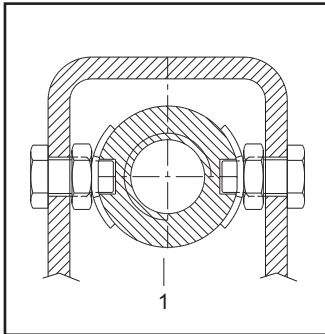

Fig.58 - Abb.58
- Verificare, con chiave dinamometrica, che la coppia di serraggio dei dadi di bloccaggio della chiocciola portante (Fig.58 pos.1) sia di circa 20 Nm.
- Using a torque wrench set to ca. 20 Nm, check the nuts (pos.1 Fig.58) are tightened enough.
- Vérifier à l'aide d'une clé dynamométrique que la couple de blocage de l'écrou porteur (Fig.58 pos.1)soit d'environ 20Nm.
- Mit einem Drehmomentschlüssel sicherstellen, daß das Anzugsmoment der Arretiermutter der Tragmutter (Abb.58;pos.1)ca.20 Nm ist.
- Verificar con una llave de torsión calibrada a 20Nm aprox. que las tuercas estén bien apretadas (fig.58 pos.1).